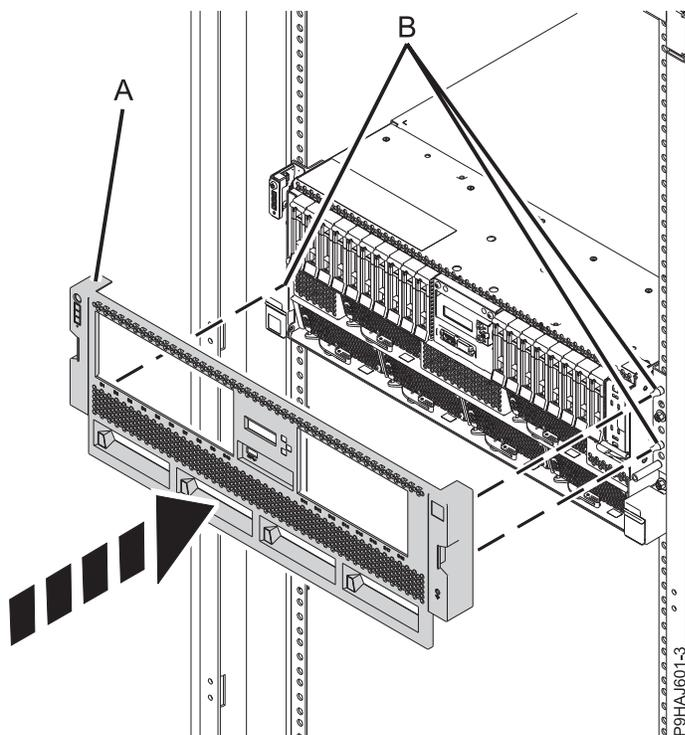

Figura 22. Instalar a tampa anterior
2. Para um sistema montado em bastidor, empurre cuidadosamente a tampa anterior (**A**) até a tampa se encaixar na posição correcta. A tampa tem indentações em que poderá segurar de forma mais fácil. Utilize os pinos de alinhamento (**B**) para fixar a tampa ao sistema, conforme demonstrado em Figura 22 na página 40.